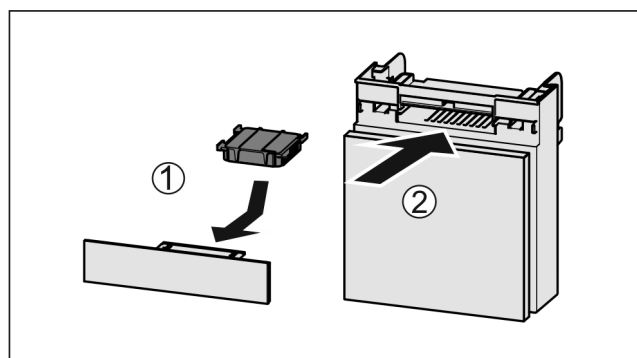

Fig. 116
- Inserire il vano Fig. 116 (2).